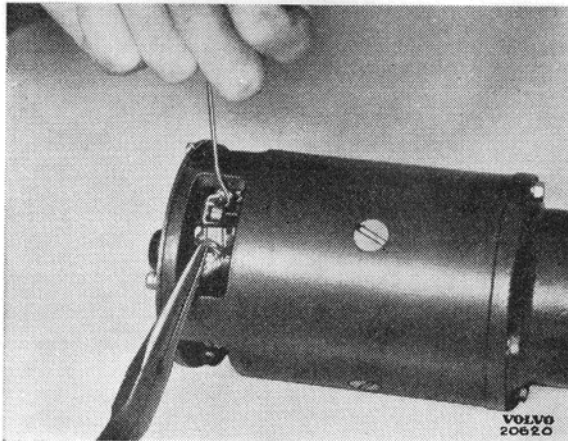

Bild 42.
3. Lyft fjädrarna för elborstarna och drag upp dessa, bild 42.
2. Lyft fjädrarna för elborstarna och drag upp dessa, jämför bild 42.